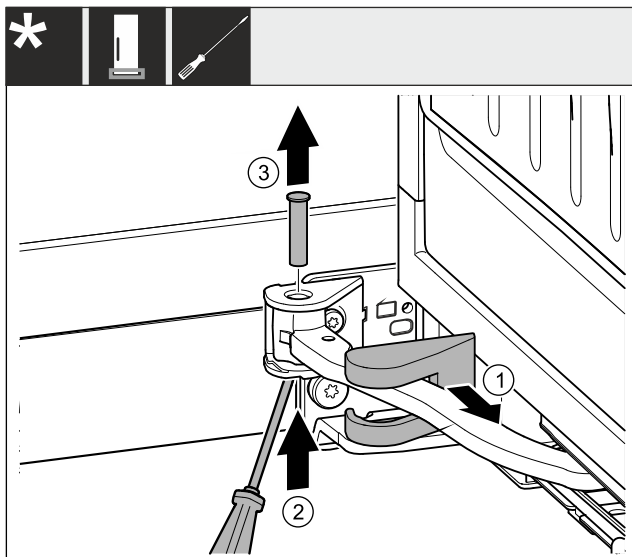

Fig. 5
- ▶ Τραβήξτε έξω το κάλυμμα του στηρίγματος και ωθήστε το κατά μήκος της άρθρωσης. Fig. 5 (1)
- ▶ Ανασηκώστε από κάτω τον πείρο με το δάκτυλο ή με κατσαβίδι. Fig. 5 (2)
- ▶ Περάστε το κατσαβίδι κάτω από την κεφαλή του πείρου και τραβήξτε τον έξω. Fig. 5 (3)